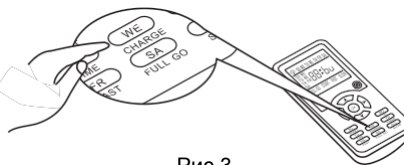

Рис.3
4. Если Вы хотите отправить пылесос на подзарядку, нажмите клавишу CHARGE на пульте управления. Робот найдет станцию подзарядки в границах доступа и встанет на подзарядку. (См. Рис.3),